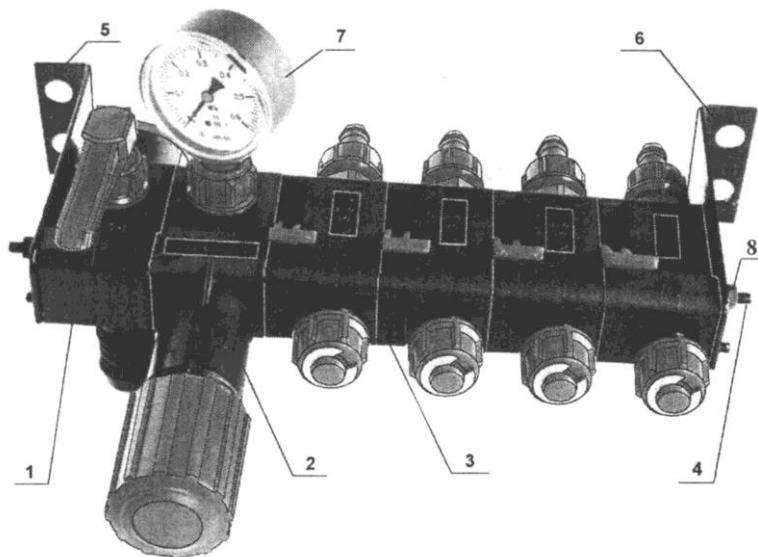
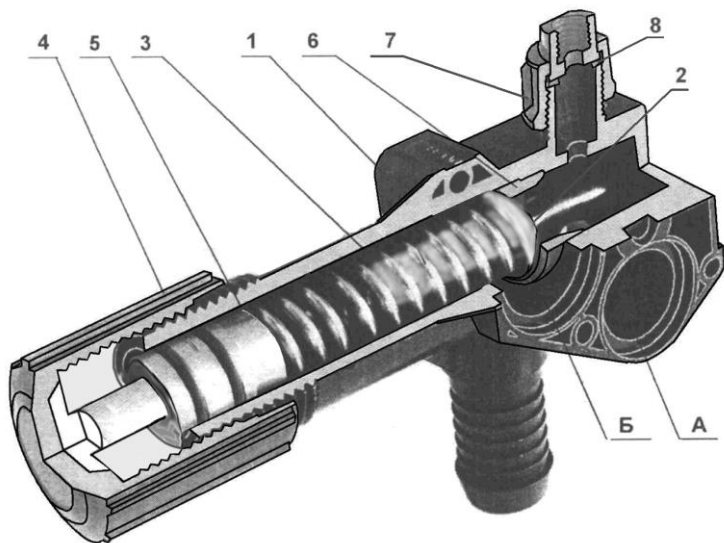

Рис.1. Система распределения и регулирования расхода жидкости.
Рис. 3 Регулятор расхода жидкости.
5.5. При сезонном обслуживании, а также после длительного хранения, необходимо извлечь толкатель 5 (рис.3) и смазать внутреннюю поверхность цилиндра корпуса регулятора солидолом жировым.
Подкапывание жидкости в местах стыковки блоков регулятора расхода жидкости.	Усилить затяжку гаек 8 (рис. 1). Если подкапывание не устранено, обратиться в сервисный центр или к фирме-продавцу.
При вращении регулировочной гайки 4 (рис.3) против часовой стрелки давление не сбрасывается до 0,5МПа.	Извлечь толкатель 5 (рис.3) и смазать внутреннюю поверхность цилиндра корпуса регулятора солидолом жировым.
Регулятор расхода жидкости (рис. 1) представляет собой блочную конструкцию, состоящую из следующих элементов: двухходовой кран 1, блок регулирования давления жидкости (регулятор) 2, блок распределения жидкости 3. Отдельные блоки соединяются между собой шпильками 4. Изделие устанавливается на опрыскиватель с помощью кронштейнов 5 и 6. Давление в системе нагнетания контролируется по манометру 7.
4.6.3. Установить требуемое давление вращением регулировочной гайки 4 (рис. 3), контролируя его по манометру 7 (рис. 1).
Самозаправка опрыскивателя (при наличии подачи жидкости к насосу от внешнего источника)	Рычаг двухходового крана 1 (рис.1) в положении "ЗАКР"; рычаги секций блока 3 распределения жидкости в положении "ВЫКЛ"; блок 2 регулирования давления не задействован.
4.4.1. Крепление регулятора осуществляется с помощью кронштейнов 5 и 6 (рис. 1) болтами М12"36 к соответствующим кронштейнам опрыскивателя.
4.4.3. На патрубок регулятора расхода жидкости (рис.3) с надписью "В бак" подсоединить шланг диаметром 25 мм (1 дюйм) и зафиксировать хомутом. Этот шланг обеспечивает слив рабочей жидкости в бак опрыскивателя.
4.5.5. Вращая гайку 6 (рис. 3) по часовой стрелке (в направлении, обозначенном знаком "+" на торцевой поверхности гайки), увеличить давление в системе нагнетания до 0,5 МПа.
Блок регулирования давления жидкости (рис. 3) состоит из корпуса 1, клапана 2 с уплотнительными кольцами 5, пружины 3, регулировочной гайки 4, седла клапана 6. Манометр крепится накладной гайкой 7. Жидкость поступает к регулятору от насоса через двухходовой кран в полость нагнетания "А". Преодолевая усилие пружины 3, клапан 2 смещается под действием давления и перепускает часть рабочей жидкости в сливную полость "Б". Усилие пружины 3 изменяется вращением регулировочной гайки 4. Для увеличения давления в системе нагнетания гайку 6 необходимо вращать по часовой стрелке (в направлении, обозначенном знаком "+" на торцевой поверхности гайки).